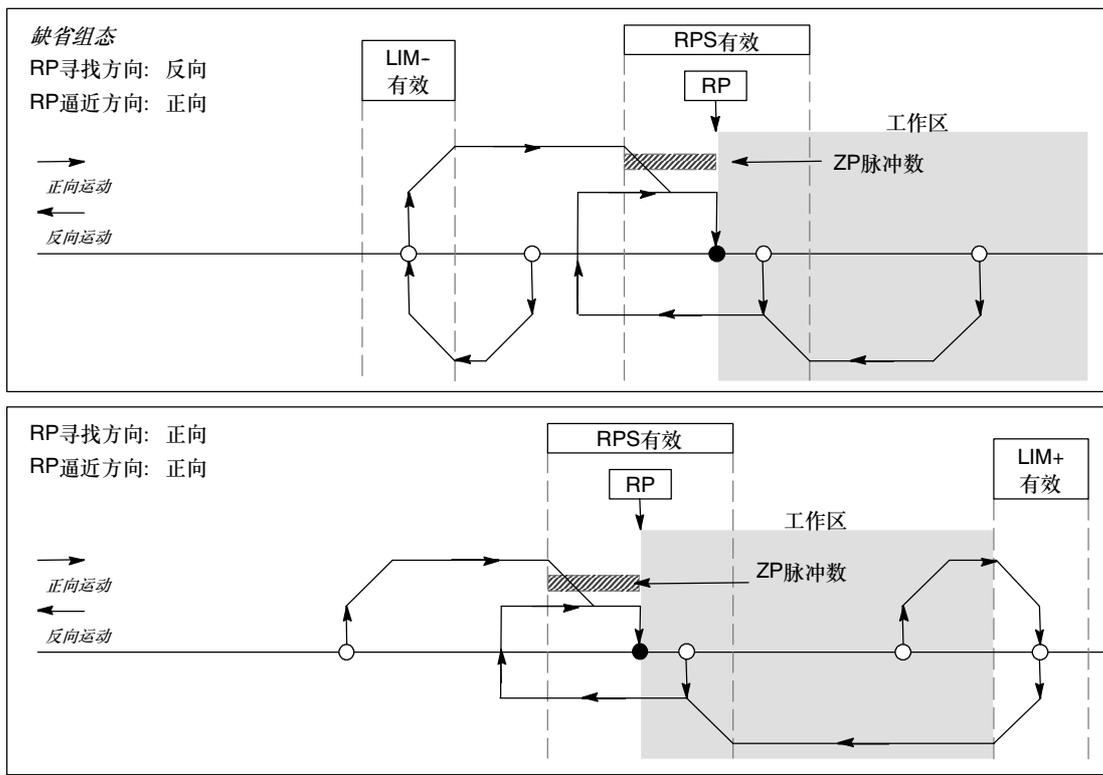

图9-24 RP寻找: 模式4
- ❑ 图9-24显示了RP寻找模式4的两个选项。这种模式将RP定位在RPS输入有效区内的一个指定数目的零脉冲(ZP)处。